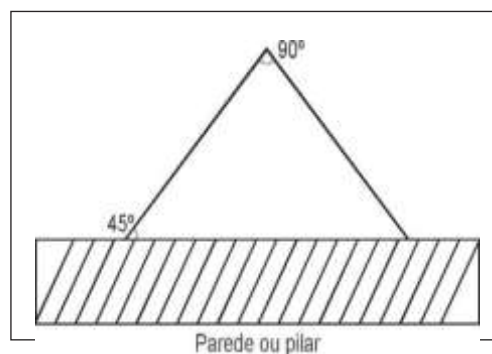

Figura 1 – Instalação de placa angular
6.5.8 As placas utilizadas na sinalização podem ser do tipo plana ou angular; quando angular, devem seguir as especificações conforme demonstrado na Figura 1, abaixo: